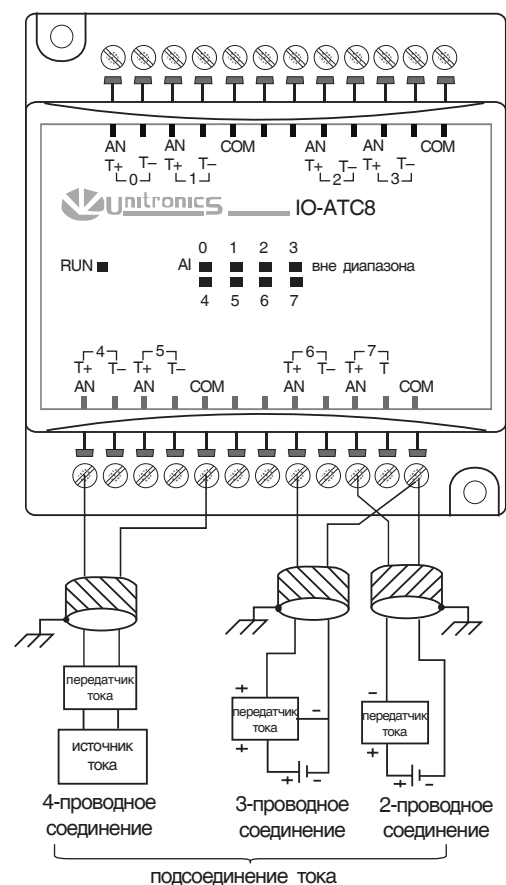

Рис. 37
1. Используйте соответствующую разводку, как показано на рис. 37.
1. Откройте первую сторону, вставив лезвие отвертки в промежуток между нижним и верхним корпусами над двумя пластмассовыми выступами, как показано на рис. 37 и осторожно нажмите ее вверх.